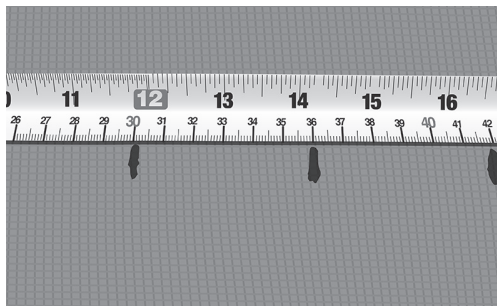

Рис. 5. Обозначение расстояния С-С на полу
8. Отметьте рассчитанное расстояние С-С на поверхности пола (рис. 5).